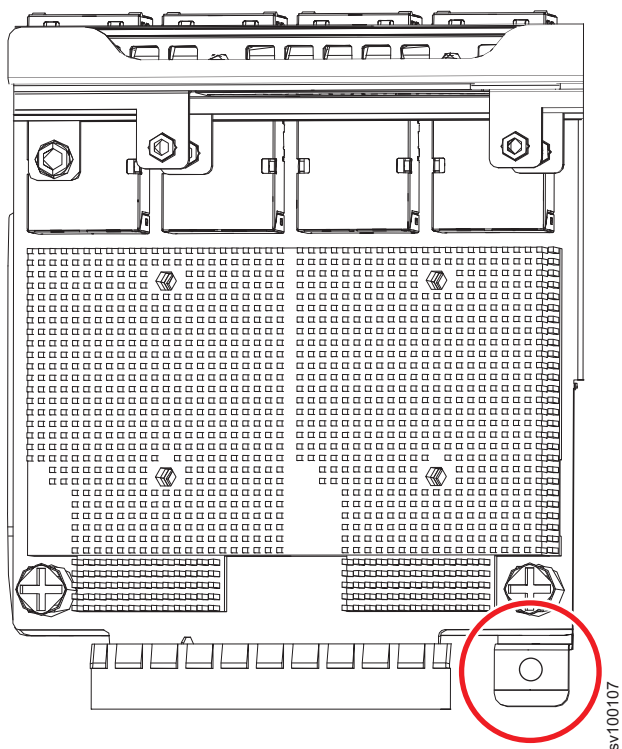

图 214. 2145-SV1 以太网机箱上的螺钉位置
13. 重新安装螺钉（如第 271 页的图 214 中所示），将以太网边缘板固定到机箱。